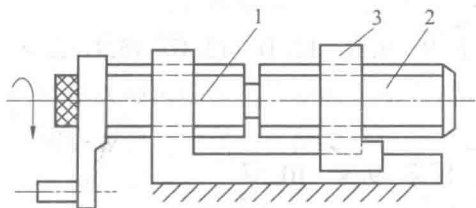

图 3
3. 在图 3 所示的差动螺旋传动中, 螺纹 1 为 $M12 \times 1$, 螺纹 2 为 $M10 \times 0.75$ 。试求: